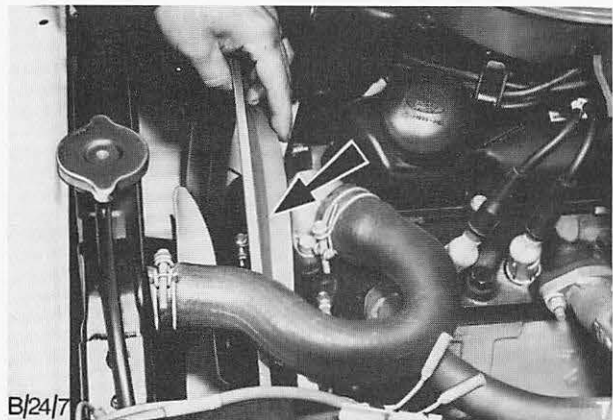

Abb. 15 Kühlerhutze, durch den Pfeil gekennzeichnet, abbauen (Kent-Motor gezeigt)
6. Kühlerhutze (falls vorhanden) vom Kühler trennen (4 Schrauben) und an den Lüfterflügeln hängen lassen, Abb. 15.